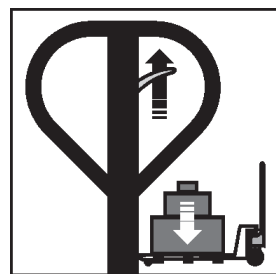

Fig. 9 – Bajar la carga
- c. Posicione la palanca para arriba para bajar la carga (fig. 9).